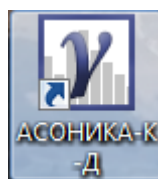

Рисунок 3.10. Ярлык системы АСОНИКА-К-Д
После инсталляции системы АСОНИКА-К-Д на рабочем столе появится ярлык системы АСОНИКА-К-Д (см. рисунок 3.10).
- Запустите модуль регистрации системы двойным щелчком мыши по ярлыку системы АСОНИКА-К-Д на рабочем столе (см. рисунок 3.10).